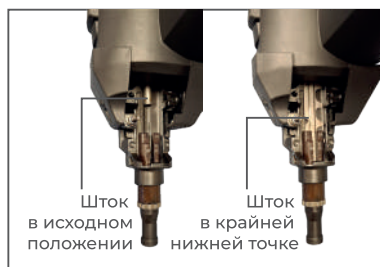

РИС. 10
- нажмите на прижимной ствол (ствольную насадку) до полного нажатия, уперев его в подходящую поверхность и произведите выстрел, при выстреле шток должен перейти в крайнюю нижнюю точку, без возврата в исходное положение (Рис.10);